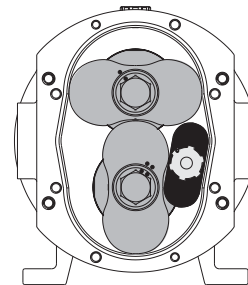

Figure 8
5. Repositionner le bloque lobe **111** comme indiqué en figure 8.